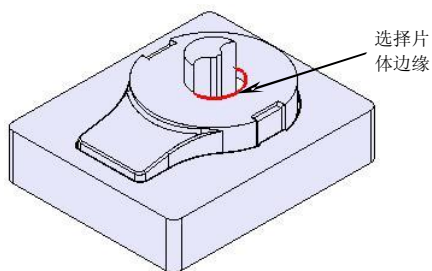
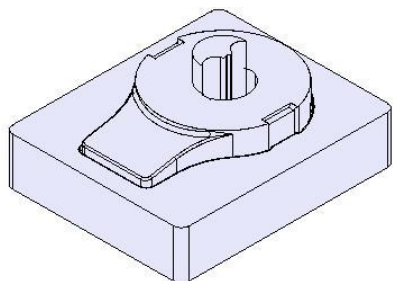

图7-22
图7-23
8. 选择片体边缘, 如图 7-22 所示, 在【成形特征】工具条中单击【拉伸】按钮, 弹出【拉伸】对话框。在【结束】输入框中输入“-67”, 单击 按钮创建拉伸特征, 如图 7-23 所示。